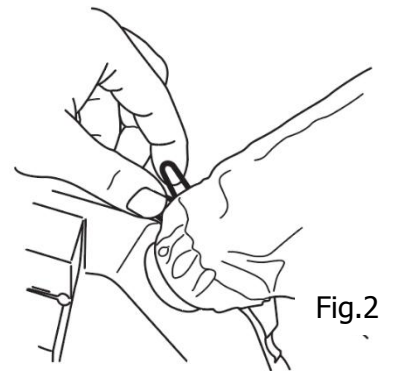

Fig.2
1. Avec le bras d'onglet verrouillé en position basse, comprimez les deux languettes du ressort clipsez et faites glisser le sac sur la nervure du port anti-poussière (Figure 2), puis relâchez les languettes.